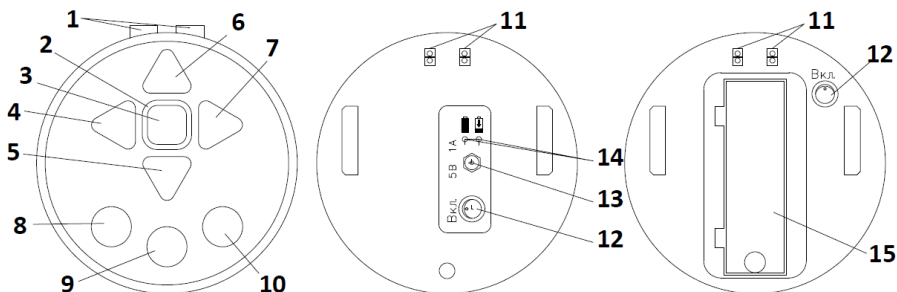

Рис. 1. Мобильный робот.
- подключить входящий в комплект кабель к разъему на корпусе робота (см. рис. 1).
При нажатии кнопок (кроме кнопок «ПУСК» и «Сброс» в программу записывается определенное действие (см. рис. 1):